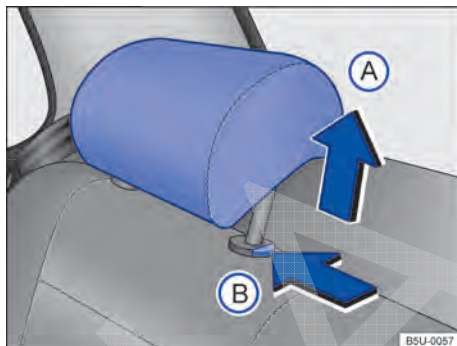

Fig. 39 Ajustar o apoio para cabeça traseiro.
- Empurrar o apoio para cabeça para cima na direção da seta $\Rightarrow$ Fig. 39 (A) ou com a tecla $\Rightarrow$ Fig. 39 (B) pressionada, empurrar para baixo $\Rightarrow$ .